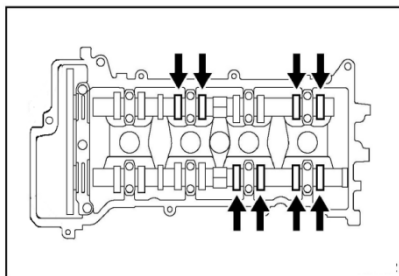

Рисунок II-28 Измерение клапанного зазора для цилиндра 4 в ВМТ
3. Замерить зазор между стаканом клапана и распределительным валом при помощи щупа. (см. *Рисунок II-28 Измерение клапанного зазора для цилиндра 4 в ВМТ*)